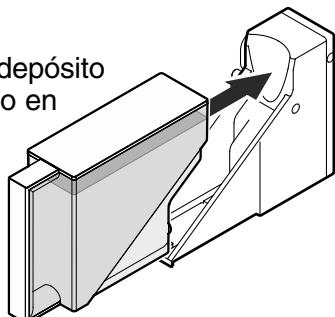

Figura 22
3. Coloque de nuevo el depósito de agua e introduzcalo en la consola hasta el tope (**Figura 22**).